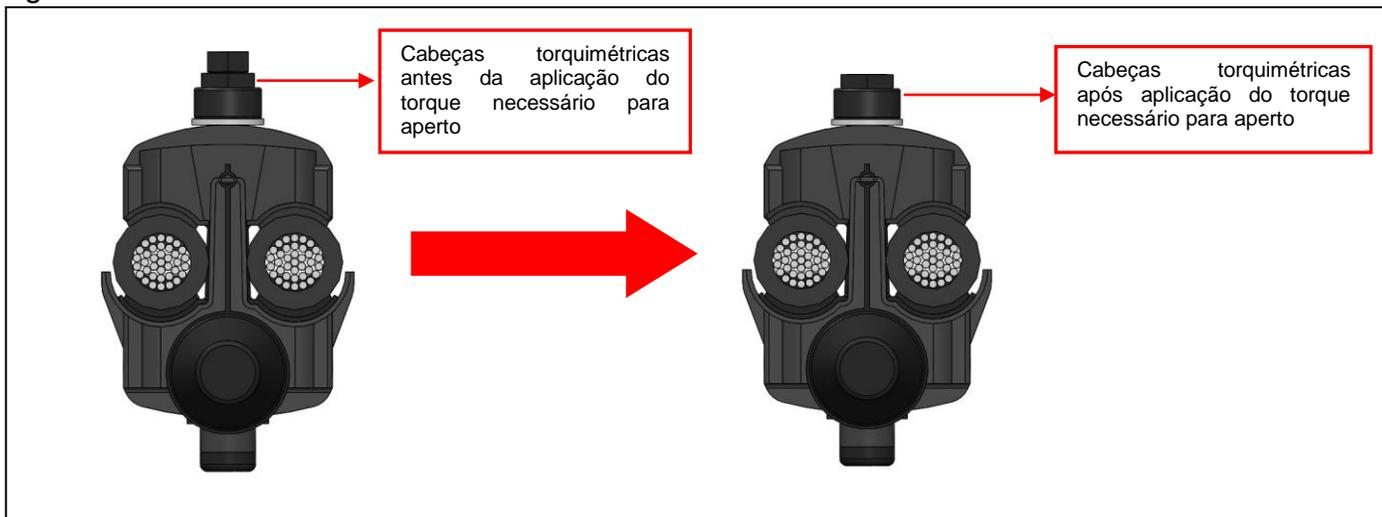

Figura 5
**3.5** Utilizando uma chave estrela, ou soquete de 17 mm, continue rosqueando um pouco de cada vez as cabeças torquimétricas até o rompimento das cabeças fusíveis, de acordo com a figura 5